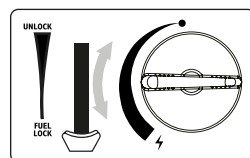

Abb. 5
6. Stellen Sie den Bedienknopf auf die gewünschte Position. (Abb. 5) Stellen Sie den Gaskartuschenhebel (6) während des Gebrauchs niemals in die Position „UNLOCK“!